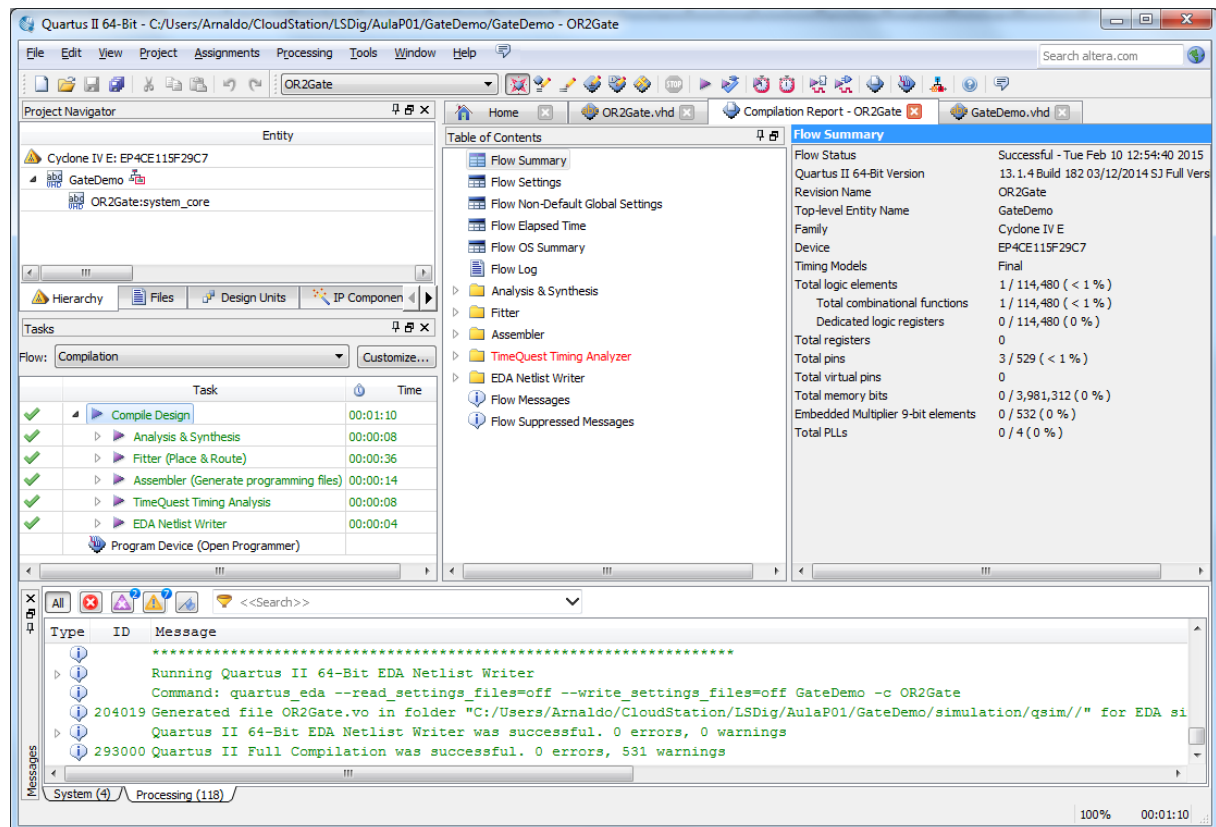

Figura 24 – Quartus II IDE após compilação (implementação) completa do projeto.
18. Efetue a síntese e implementação do projeto através do comando “*Compile Design*”. No final da compilação o IDE deve apresentar o aspeto da Figura 24.